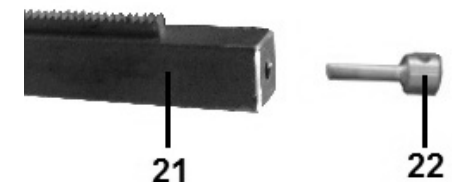

Рис. 7
8.1.10. Для выполнения работ в небольших помещениях, где расстояние между стенами немного больше стойки станины, используйте регулируемый упор (B) (Рис. 1), (22) (Рис. 7). Для этого не нужно сверлить отверстие в стене под установку анкера.
В резьбовое отверстие стойки станины (21) (с торца) вкрутите упор (22) (Рис. 7) и надежно разоприте установку между стенами.